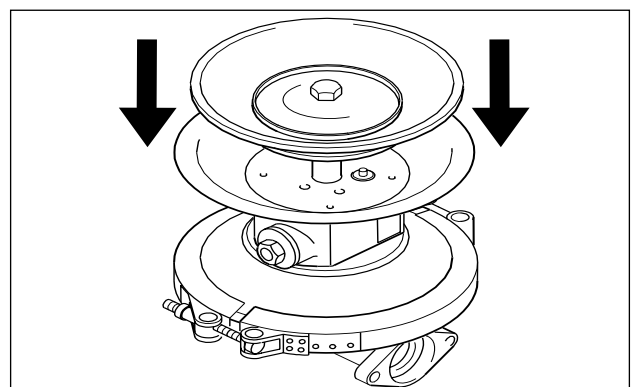
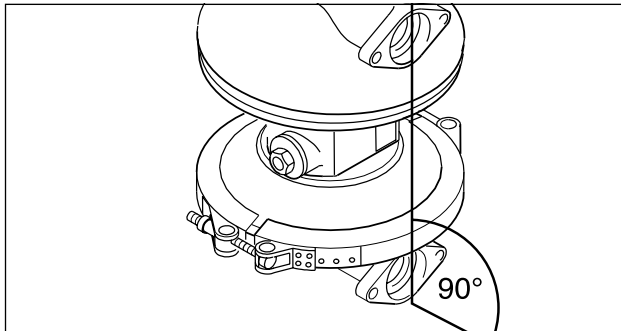

Fig. 15: Montaje de la segunda cámara de la bomba
Fig. 7: Alineación de las cámaras de la bomba
Si se utilizan sensores de rotura de diafragma, el suministro de aire se puede interrumpir cuando se produce una fuga. Las conexiones eléctricas pueden consultarse en el diagrama eléctrico que figura (fig. 7).
- Ensamblaje de la cámara de bombeo: Montar la membrana y fijarla atornillando el disco exterior de membrana con el par de apriete indicado en “Pares de apriete”, sección 11. Las cámaras de bombeo se han de montar siempre con la membrana en posición de aspiración (presionando el disco de membrana hacia dentro, hacia la cámara de aire) (Fig. 15). Atornille la cinta de sujeción o la brida de montaje. Monte la segunda membrana siguiendo el procedimiento análogo. Tienen que estar alineadas las superficies de contacto de las bridas de la carcasa de la bomba (Fig. 7).